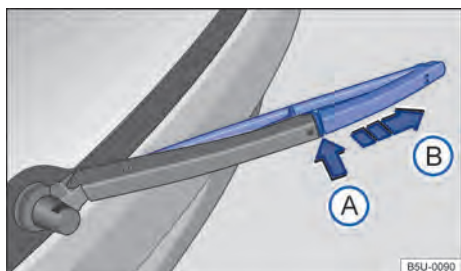

Fig. 132 Substituir a palheta do limpador do vidro traseiro.
- Manter a tecla de destravamento → Fig. 132 (A) pressionada e, ao mesmo tempo, retirar a palheta dos limpadores do para-brisa no sentido da seta.
- Retirar a palheta do limpador do vidro traseiro no sentido da seta (B).